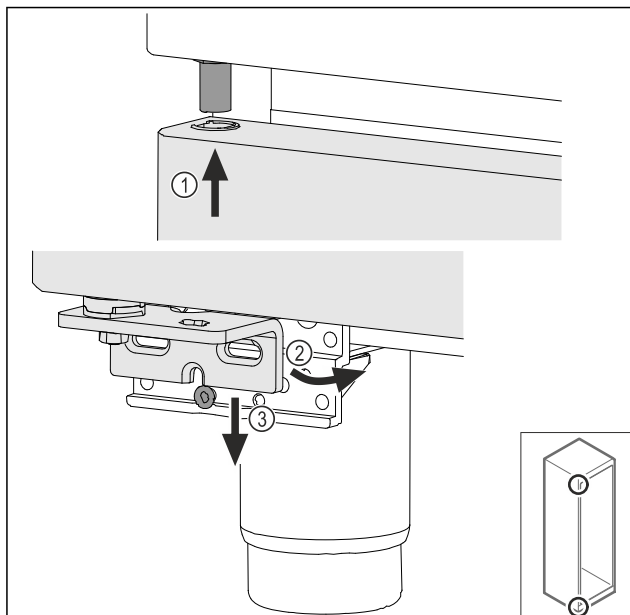

Fig. 39
- Lehce naklopená dvířka zasuňte nahoře Fig. 39 (1), dvířka narovnejte Fig. 39 (2) a nasadte je dole na šroub stojanu ložiska Fig. 39 (3).